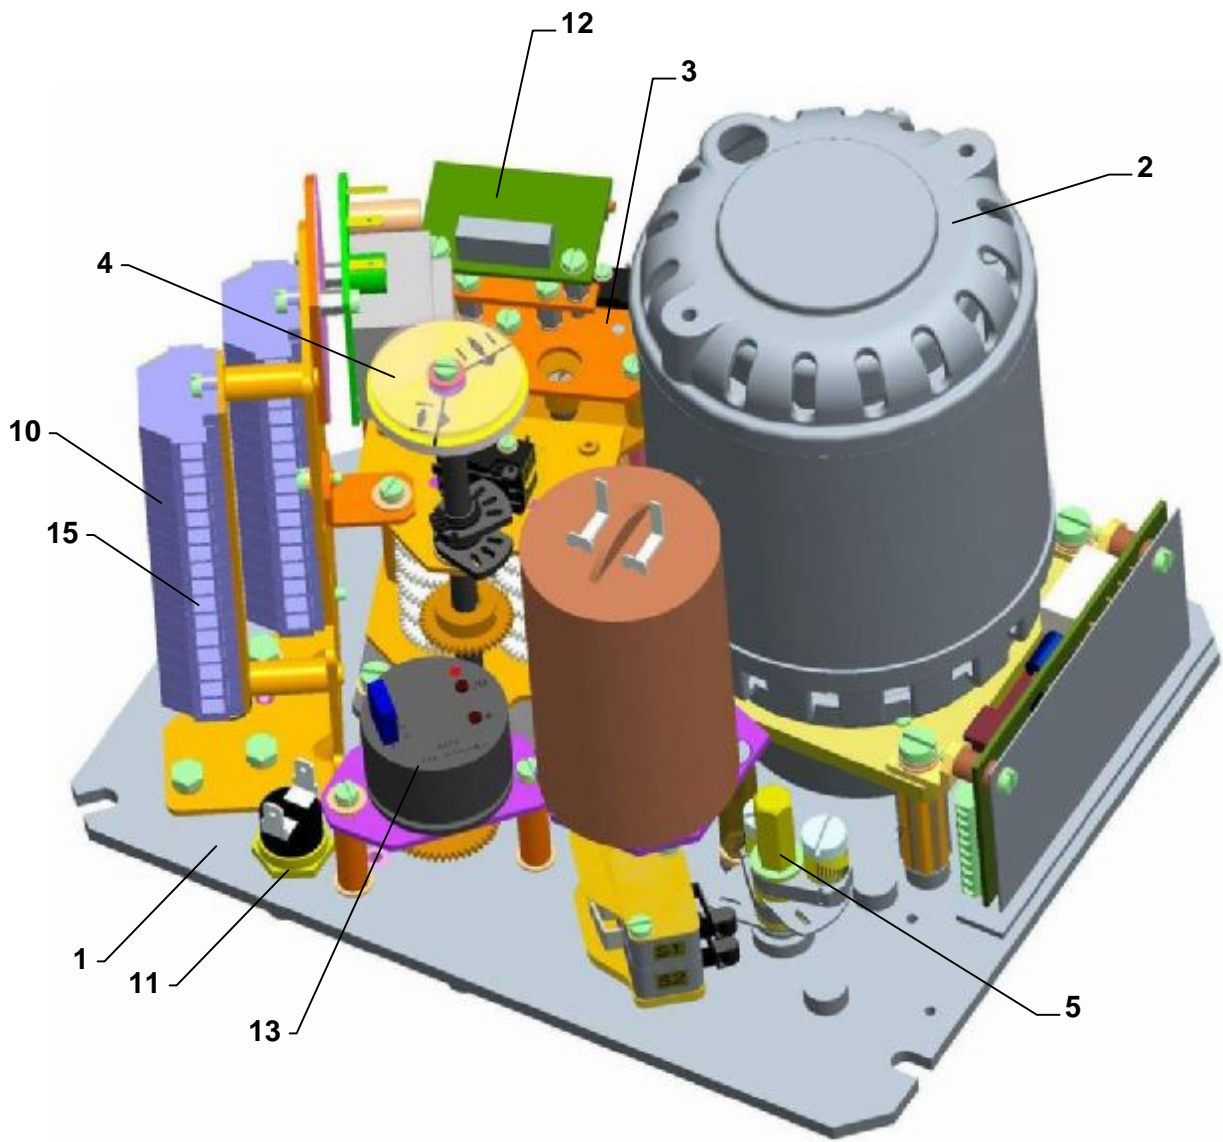

Рис.1
Управляющая часть (рис. 1) размещена на пульте управления (1), который содержит:
- электродвигатель (2) (в случае однофазного с конденсатором)
- блок моментного выключения (5) - управляемую аксиальным передвижением шнека
- блок положения и сигнализации (3) с механическим местным указателем положения (4)
- электронный датчик положения (12)
- датчик положения (13)
- отопительный элемент с тепловым реле (11)
- электрические присоединение с помощью **клеммной колодки** (10) (размещенных в пространстве управления) и кабельных концевых втулок , или с помощью конекторов.